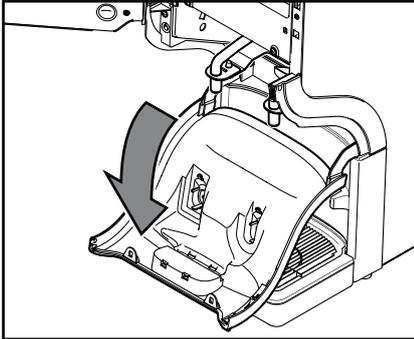

Abb. 36
- b. Ziehen Sie die Auslaufabdeckung nach unten. (Abb. 36)